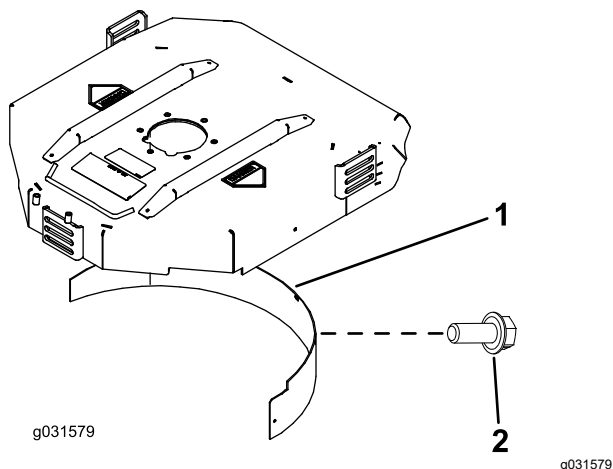

Figura 9
2. Instale el deflector de mulching en el hueco trasero y fíjelo con 5 pernos con arandela prensada (Figura 9).